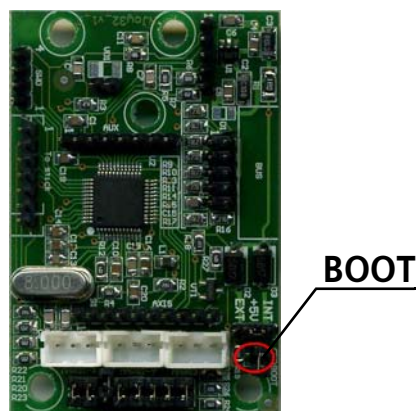

Рис. 2.8.
3. Замкните джампер **BOOT** на плате контроллера (рис. 2.8).